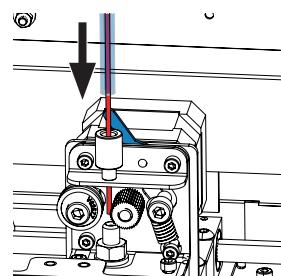

Fig. 26
- ⇒ Poussez le filament à travers l'ouverture en haut de l'extrudeuse jusqu'à ce qu'il se trouve entre les deux roues de guidage (Fig. 26).